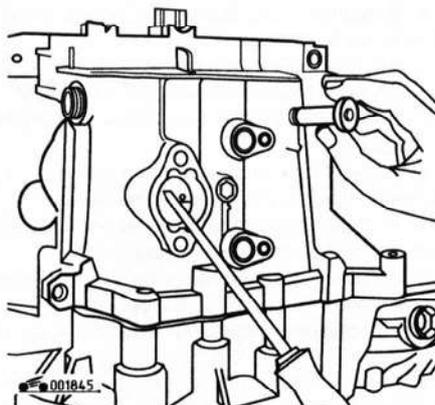

Рис. 5.20. Выравнивание осей вилок с помощью отвертки и цапфы
17. Для выравнивания осей вилок (рис. 5.20) и установки цапф вилок включения передач вставьте отвертку в окно коробки передач и сориентируйте механизм переключения так, чтобы можно было установить цапфы.